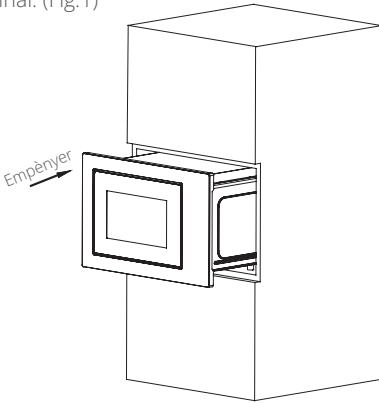

Fig.1
a) Col·loqueu el forn de microones a l'armari integrat i empeneu-lo cap endavant fins al final. (Fig.1)